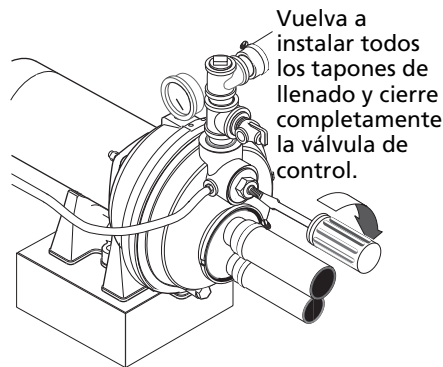

Figura 16 – Ceba la Bomba
- Vuelva a instalar todos los tapones de llenado y cierre completamente la válvula de control (véase la Figura 16).